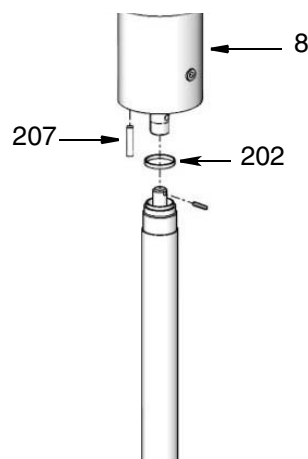

Рис. 29
2. Замените нейлоновый палец (207) на участке резьбы в нижней части переходника насоса (8) (Рис. 29).
3. Установите новую прокладку (202) в переходник насоса (8) (Рис. 29).
4. Вкрутите соединительный шток (107) в поршневой шток (35), до тех пор пока отверстия не будут расположены на одной линии. Установите в отверстия шплинт (204).